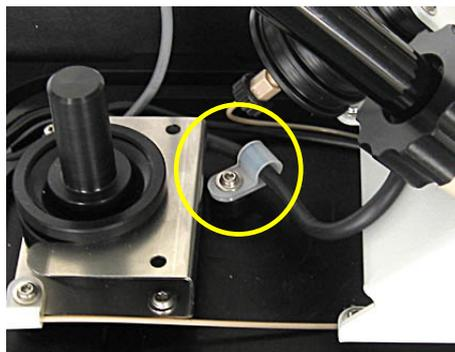

Abb. 21: Kabelschelle für Leitfähigkeits-Messzelle abschrauben
2. Lösen Sie die Schraube der Kabelschelle (→ Abb. 21), die das Messzellenkabel führt, mit einem Schraubendreher (TX10, im Zubehör enthalten).
6. Führen Sie das Kabel der neuen Messzelle durch die Kabelschelle und befestigen Sie diese wieder wie in Abb. 21 gezeigt am Messzellenträger. Führen Sie das Kabel anschließend durch die Kabelführung und drehen Sie die Zugentlastung wieder in die vorgesehene Position (→ Abb. 11 links, Seite 20).